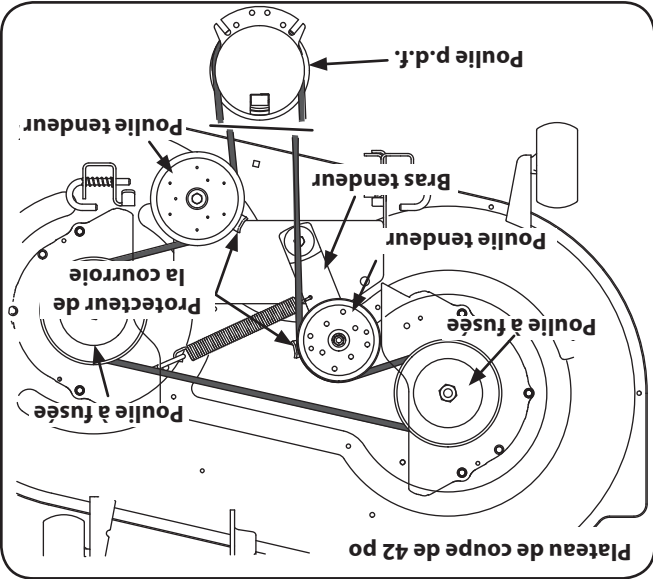
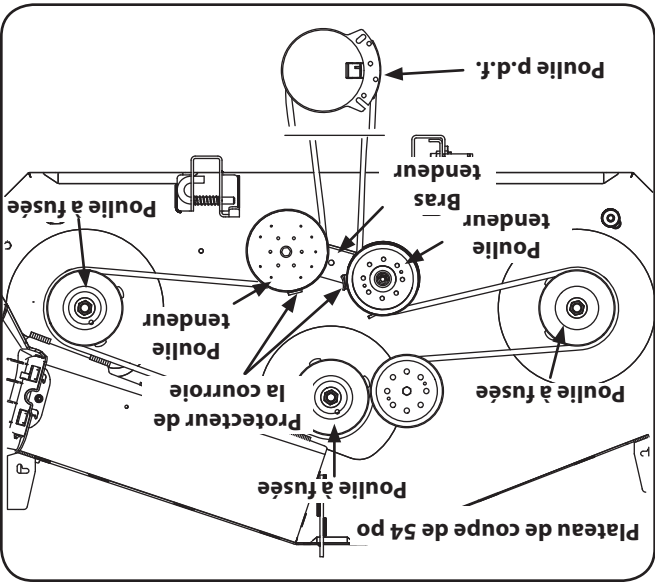

Figure 7-8
Figure 7-10
2. Desserrez, sans la retirer, la boulonnerie sur les poulies de tension de droite et de gauche. Voir la Figure 7-8 pour les plateaux de 42 po et la Figure 7-10 pour les plateaux de 54 po.